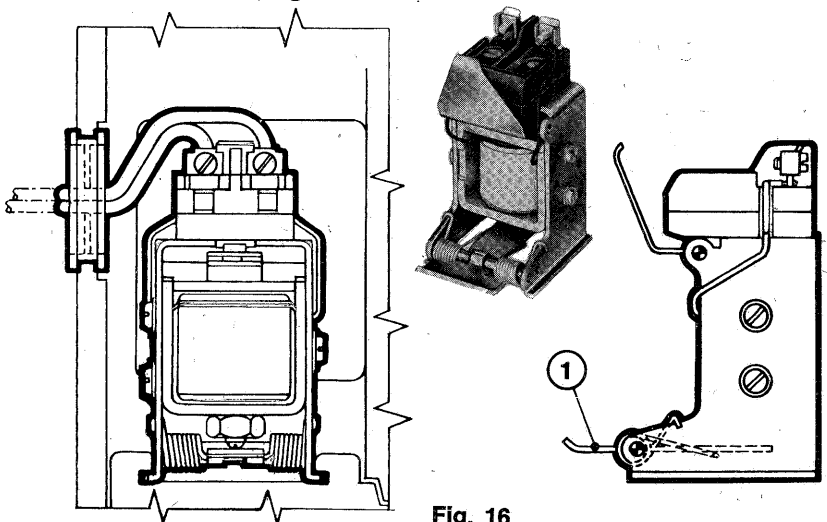

Fig. 16
- 9.2.1. MT che non impedisce, all'atto della chiusura dell' interruttore a sganciatore diseccitato, una eventuale chiusura transitoria dei contatti della durata di alcuni milisecondi (fig. 16)